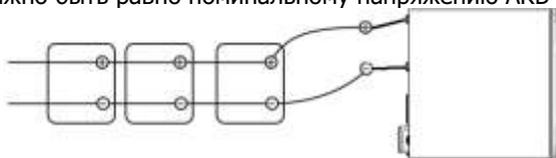

Рис.3
3) Параллельное соединение нескольких АКБ (см. Рис.3): напряжение аккумулятора должно быть равно номинальному напряжению АКБ инвертора.